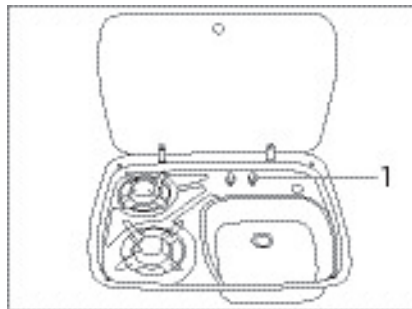

Bild 47 Bedienelemente für Gaskocher
- Drehregler (Bild 47,1) auf 0-Stellung drehen. Die Flamme erlischt.